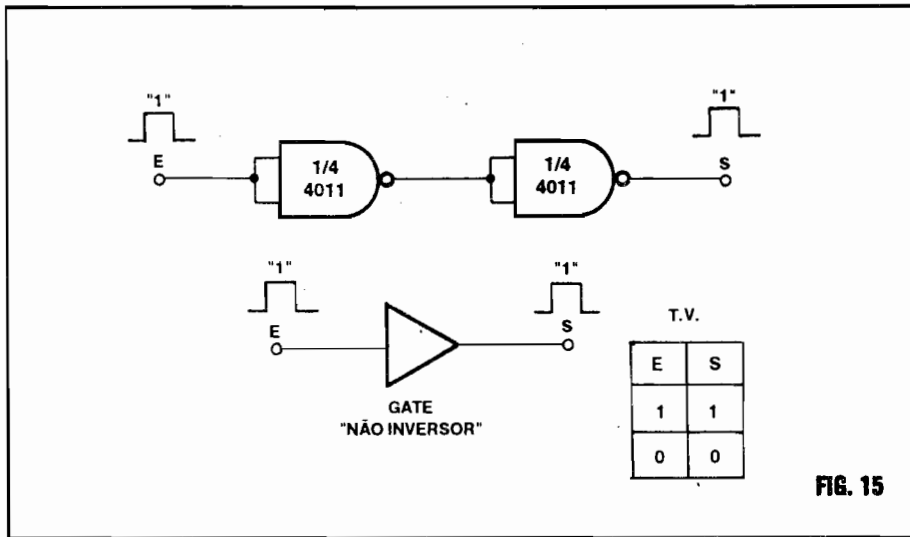

FIG. 15
- FIG. 15 - OUTROS "TRUQUES" COM GATES C.MOS... - Vocês se lembram que, na "Aula" anterior (20) foi dito e mostrado que o bloco digital lógico mais simples que existe é o chamado **gate NÃO INVERSOR**, cujo símbolo é aquele simples "triângulo", sem a "bolinha inversora" na ponta correspondente ao terminal de Saída... Também vimos que um **gate** desse tipo elementar, sempre mostra em sua Saída um estado ou nível digital **idêntico** ao aplicado à sua Entrada... Aparentemente (**apenas** "aparentemente"...), trata-se de um bloco que "não faz nada" (afinal, para que serve um negócio no qual *enfia-se uma banana na Entrada, e obtém-se, na Saída, a mesma banana*...?). As coisas, porém vão mais além do que percebemos à primeira vista...! Explicando: um bloco